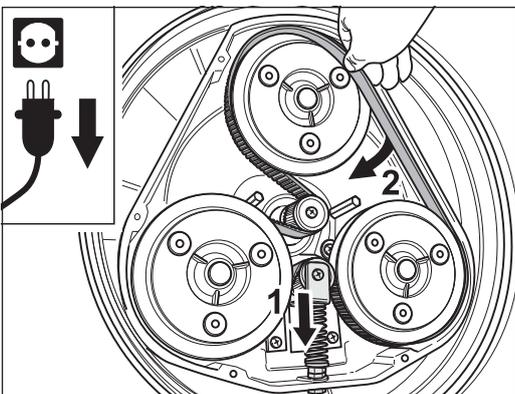

Fig. 42 Alors que le tendeur est repoussé, mettez la courroie dentée en place avec la denture dans le pignon et avec le dos sur le logement du plateau.
- 2 Mettez la courroie dentée en place, la denture devant être posée dans les pignons et le dos sur les poulies d'entraînement des plateaux de disque (fig. 42).